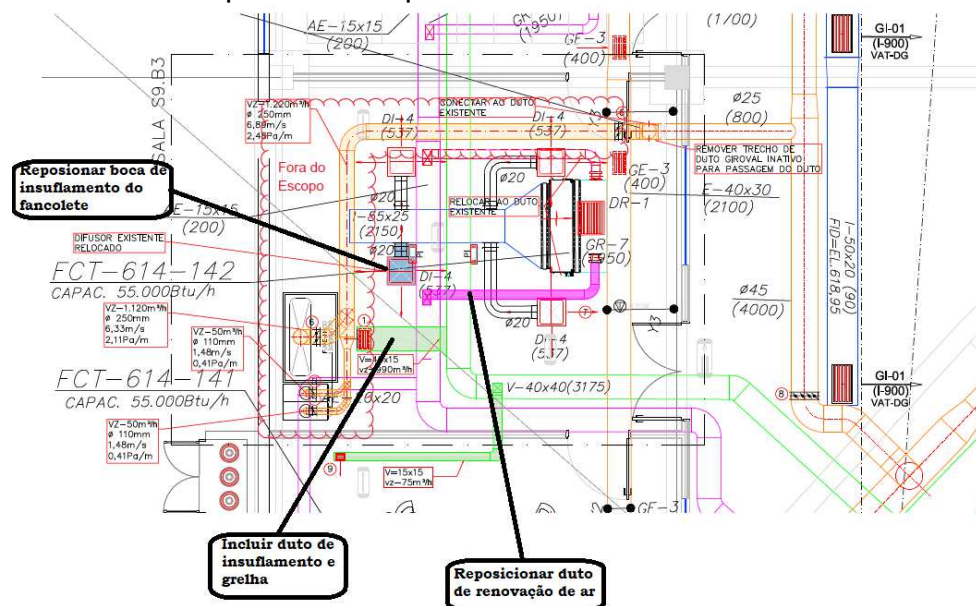

Figura 12 – Alterações na S9B3
- Inclusão de um novo ramal para renovação de ar do fancolete da sala que aparece em rosa na figura 12.